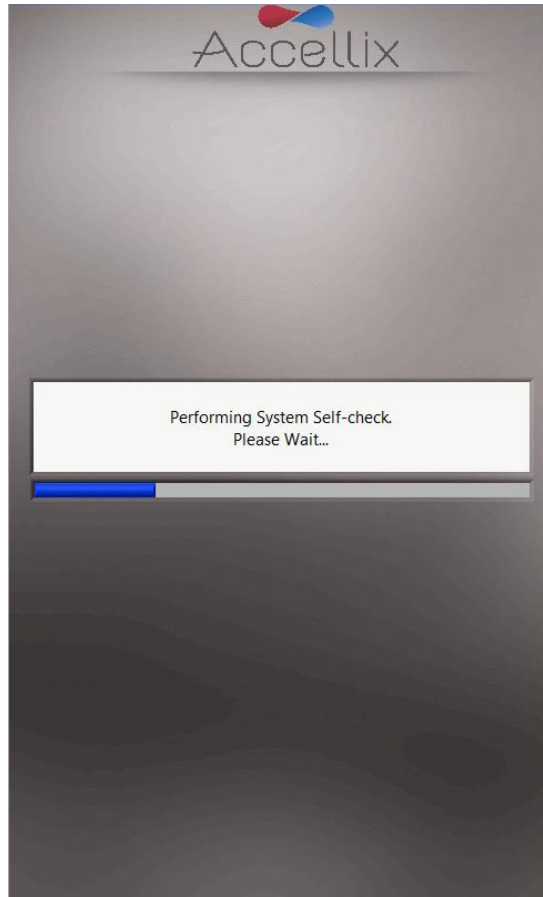

Abbildung 14: Bildschirm „System Self-check“ (System-Selbsttest)
1. Schalten Sie das Gerät ein, indem Sie den **Netzschalter auf** der Rückseite des Geräts auf die Position **ON** (EIN) stellen. Während das Gerät hochfährt, informiert der Bildschirm den Benutzer, dass ein **System Self-check** (System-Selbsttest) durchgeführt wird (Abbildung 14):